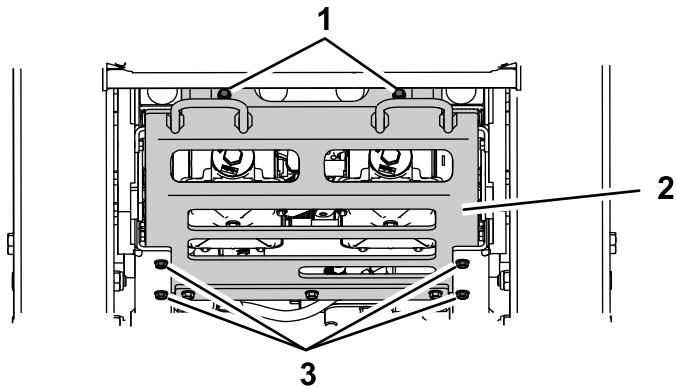

Figura 47
- Quite los 6 pernos (2 traseros, 4 laterales) de la placa de deslizamiento y retírela (Figura 47).
- Instale la placa de deslizamiento (Figura 47).